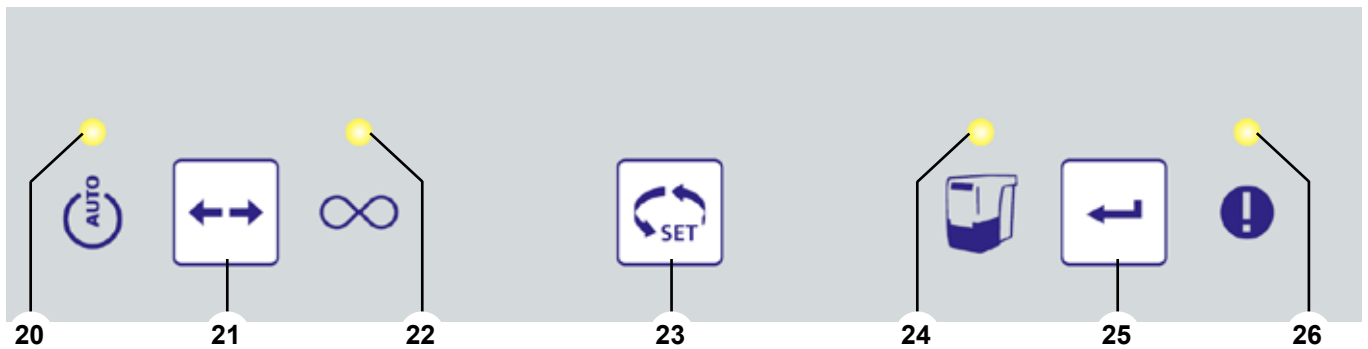

Fig. 2
L'aspiratore è azionabile mediante i tasti situati sul pannello di comando (Fig. 2).
- ▶ la spia di errore (26, Fig. 2) è spenta.